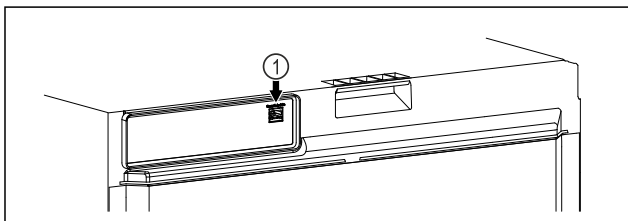

Fig. 157
- Je používán SmartModule Fig. 157 (1).